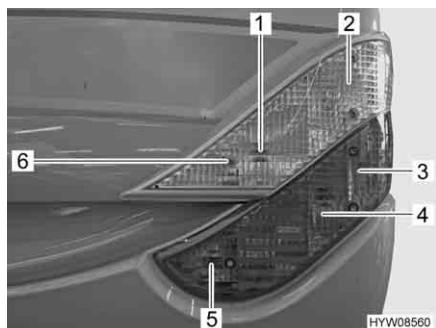

Fig. 180 Luci posteriori (lato anteriore)
- Svitare le sei viti ad esagono cavo (Fig. 180,6)